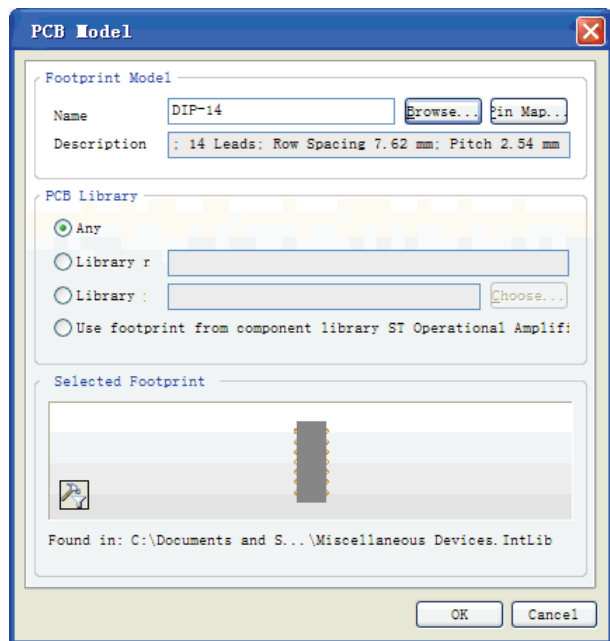
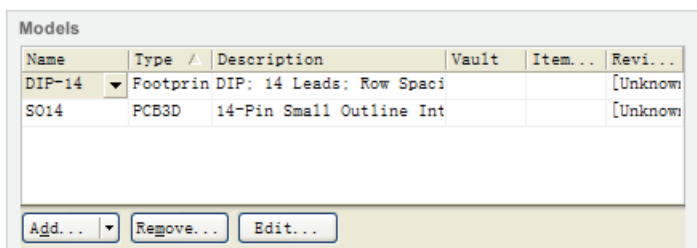
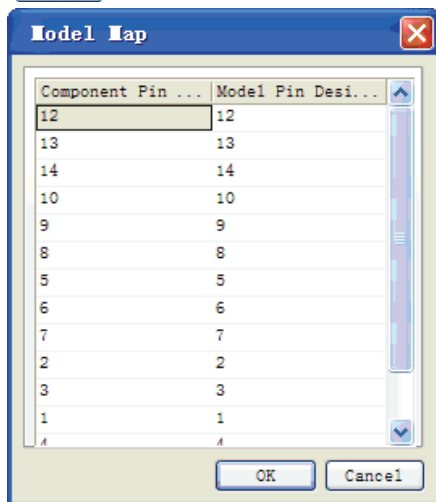

图 7-10 已加载封装的 PCB 模型对话框
图 7-11 元件属性设置对话框模型列表分组框
图 7-12 元件引脚对应关系图对话框
(3) 直接在浏览封装库对话框的模型列表框中选择封装模型 DIP-14(单击变为高亮)。单击  按钮,回到 PCB 封装模型对话框,此时对话框中有关信息已加载,如图 7-10 所示。
(4) 图 7-10 中的“PCB Library”分组框内可以直接指定封装所在库。单击  按钮,回到图 7-5 元件属性设置对话框。此时元件属性设置对话框中模型列表分组框内的封装名称变为“DIP-14”,如图 7-11 所示。
(5) 图 7-10 中的引脚对应关系图按钮的功能是查看元件的原理图符号和封装 (PCB 符号) 中的引脚对应情况。单击 **Pin Map...** 按钮, 弹出元件引脚对应关系图对话框, 如图 7-12 所示。